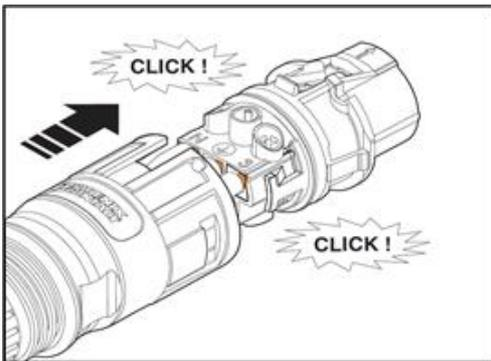

Abb. 18: Zusammenstecken
- Schieben sie den Kontaktträger in das Gehäuse, bis er deutlich hörbar einrastet (Abb. 18).